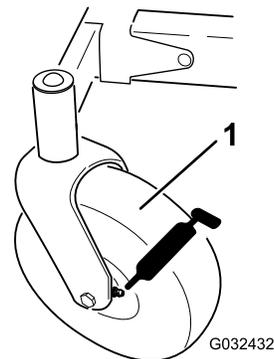
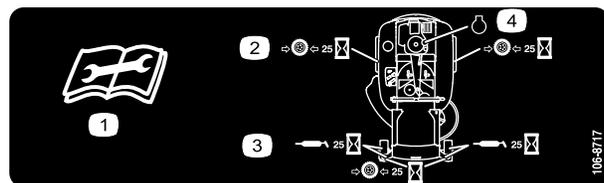

Figura 34
Figura 35
3. Limpie con un trapo los puntos de engrase (Figura 34) y (Figura 35).
4. Conecte una pistola de engrasar a cada punto de engrase (Figura 34 y Figura 35).